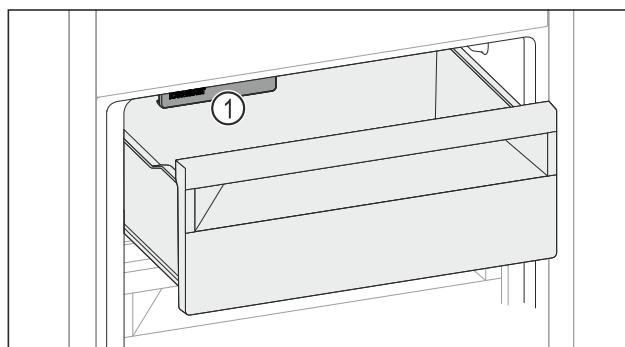

Fig. 142
- ▶ Võtke arvesse IceMaker Fig. 142 (1)it.